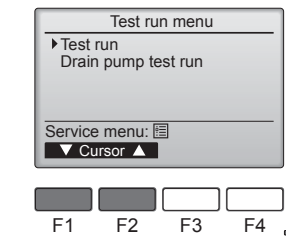

Fig. 7-4
- С помощью кнопки [F1] или [F2] выберите пункт "Test run" (Тестовый прогон) и нажмите кнопку [✓]. (Fig. 7-4)